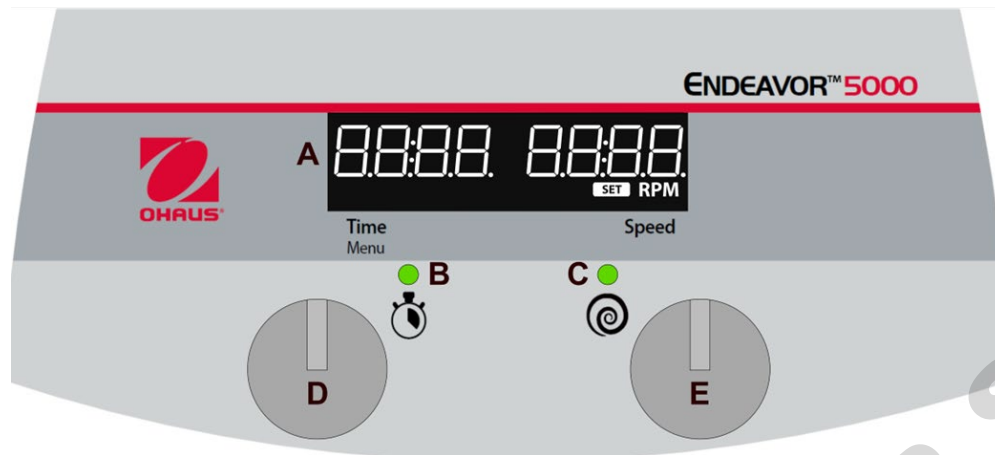

Figura 1: Panel de control digital del agitador Endeavor 5000
2. Cuando el temporizador se ajusta en cualquier momento entre 00:01 y 99:59, contará hacia atrás a partir del tiempo establecido una vez que la función de agitación esté activada y la **luz indicadora de estado del temporizador (B)** esté iluminada.
- c. Cuando el temporizador llegue a 00:00 en el modo de cuenta atrás, la función de agitación se apagará, la unidad emitirá un pitido y en la pantalla se mostrará «End» (A en la figura 1).
1. Gire la **perilla de ajuste de tiempo (D)** en la figura 1).
- c. Pulse brevemente la **perilla de ajuste de tiempo (D)** para seleccionar el valor de los minutos.
- e. Gire la **perilla de ajuste de tiempo (D)** para ajustar el valor de las horas.
- f. Pulse brevemente la **perilla de ajuste de tiempo (D)** para confirmar el valor de las horas y el ajuste del temporizador.
1. Gire la **perilla de ajuste de velocidad (E)** en la figura 1) hasta la configuración deseada.
1. Mantenga pulsada la **perilla de ajuste de velocidad (E)** hasta que la unidad emita un pitido y el **indicador de estado** de funcionamiento (**C** en la figura 1) se ilumine.
- Mientras está en modo Inactivo, mantenga pulsada la **perilla de ajuste de tiempo (D)** hasta que aparezca «MENU».
- Pulse brevemente la **perilla de ajuste de tiempo (D)** o la **perilla de ajuste de velocidad (E)**
- Para seleccionar un estado de recuperación, mantenga pulsada la **perilla de ajuste de velocidad (E)** hasta que la unidad emita un pitido y se ilumine el **indicador de estado de funcionamiento (C)** en la figura 1).